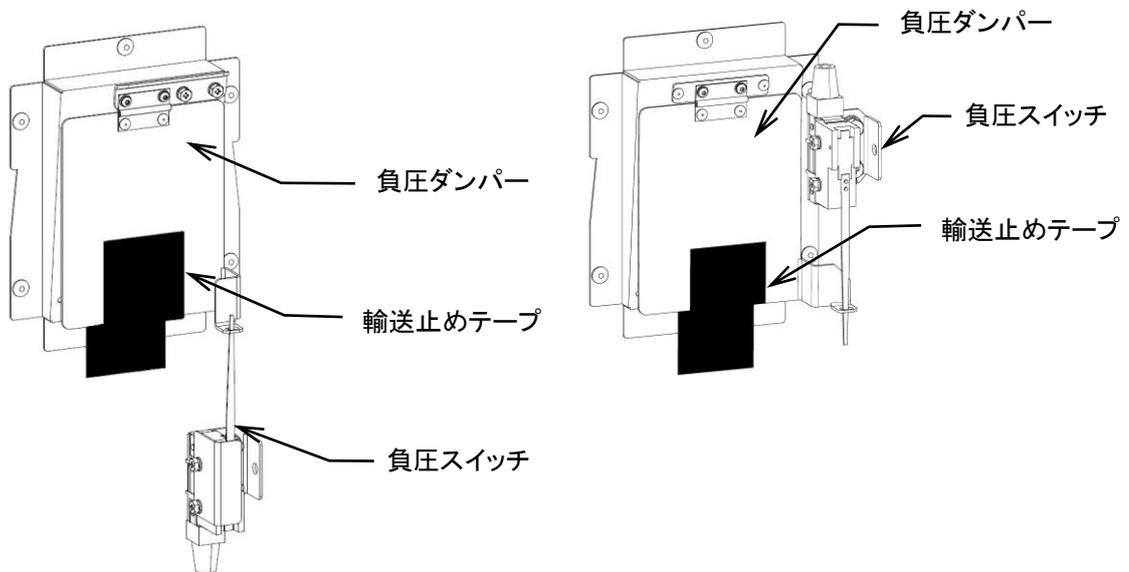

図 4-5 (左:VG143 右:VG253,VG383)
- 1) 機械後部にある負圧ダンパーの輸送止めテープを外します。(図 4-5)